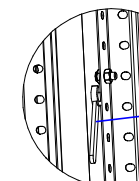

Рис.1
1. Поставить бокову стенку к стеллажу так, чтобы болты попали в овальные отверстия стоек. (См. Рис.1 и 2)